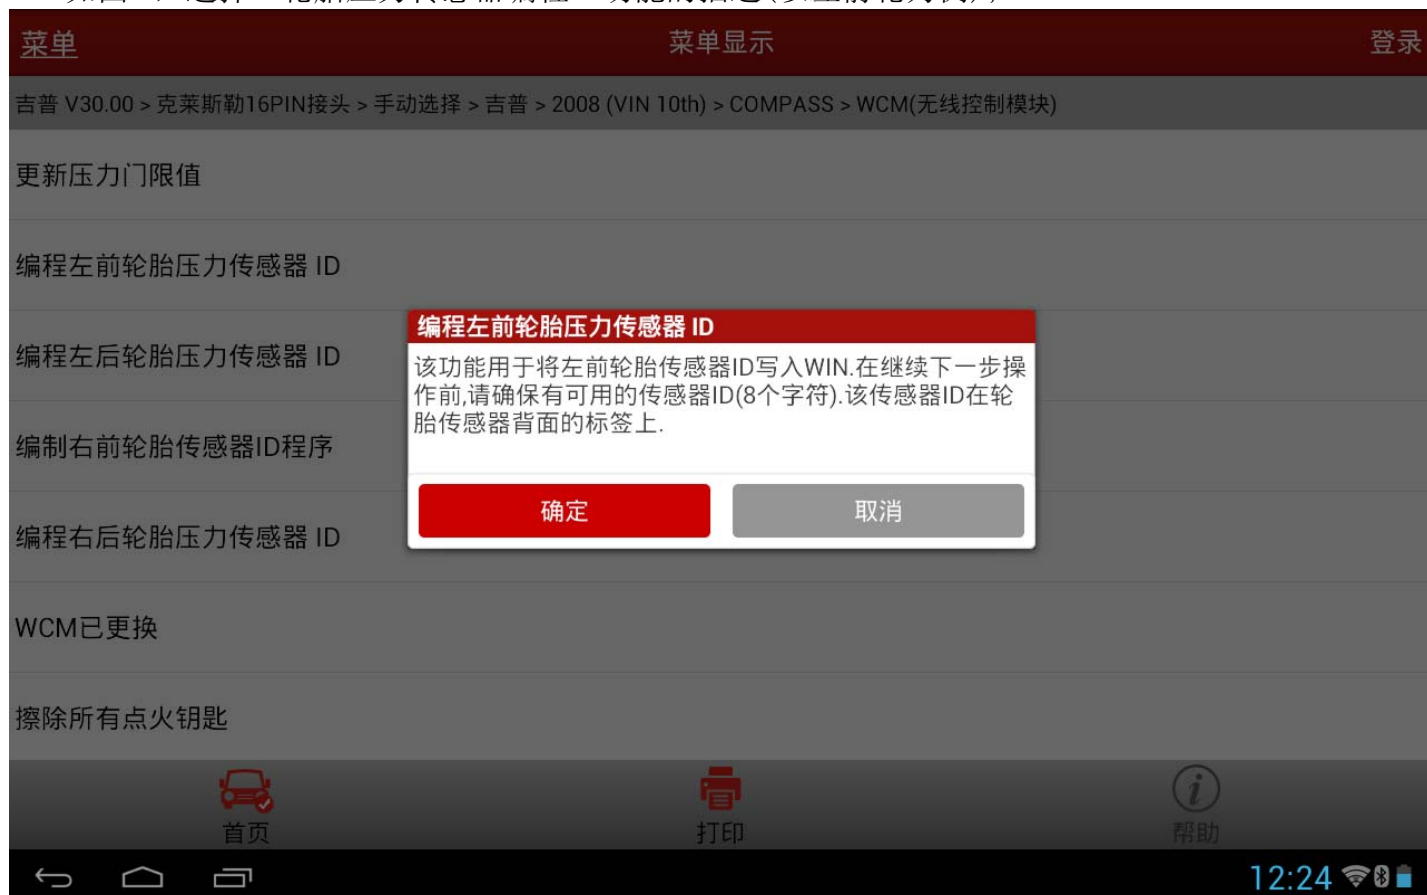

图 2
- 8). 胎压传感器 ID 编程相关功能(左前胎、左后胎、右前胎、右后胎压力传感器 ID 编程), 如图 2, 选择“轮胎压力传感器编程”功能的描述(以左前轮为例);